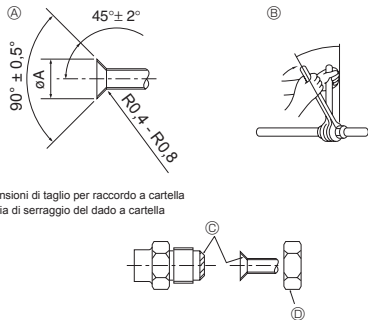

Fig. 5-1
(A) (Fig. 5-1)
(B) (Fig. 5-1)
- (A) Coperchio della tubazione anteriore
- (B) Coperchio della tubazione posteriore
- (C) Valvola di arresto
- (D) Pannello di servizio
- (E) Raggio della curva : 100 mm - 150 mm
5.2. Collegamento dei tubi (Fig. 5-1)
- Stendere uno strato sottile di oliorefrigerante sul tubo e collegare la superficie di appoggio prima di serrare il dado a cartella. (A)
- Serrare i raccordi dei tubi usando due chiavi. (B)
- Applicare olio adatto alle macchine di refrigerazione sull'intera superficie di alloggiamento svasata. (C)
- Utilizzare i dadi a cartella per le seguenti dimensioni di tubazioni. (D)